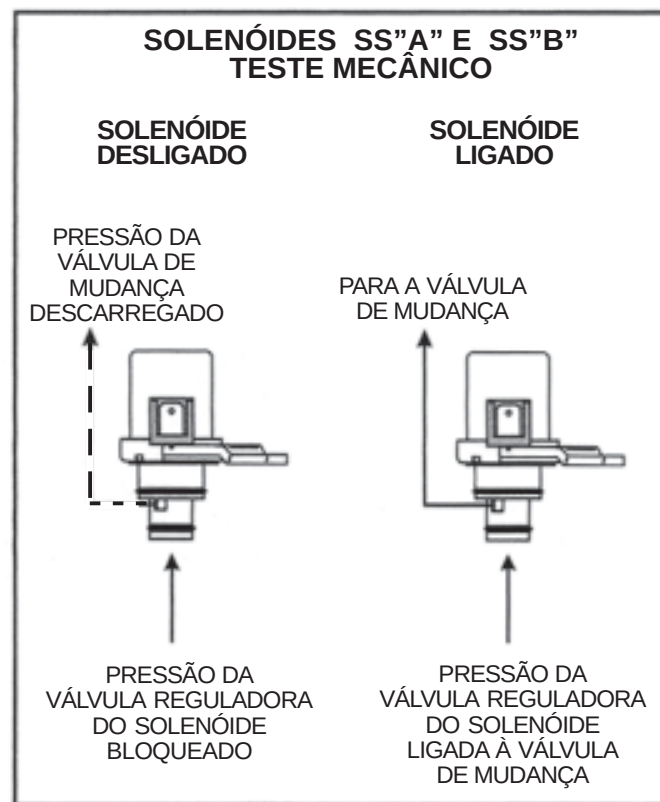

Figura 103
5. Teste mecanicamente os solenóides SS"A" e SS"B", conforme ilustrado na Figura 103.